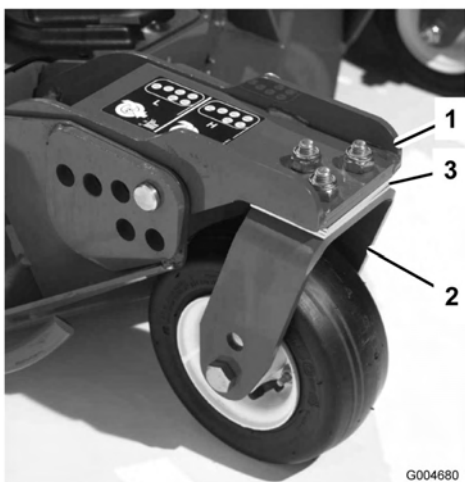

Figura 27
Rode a lâmina em cada eixo até que as suas extremidades se encontrem viradas para a frente e para trás. Meça a distância existente entre o chão e a ponta dianteira da lâmina. Ajuste os calços de 3 mm do braço da roda giratória dianteira de forma a que coincidam com a altura de corte fixada no autocolante (Figura 27). Apenas para o exterior do eixo da lâmina, consulte Ajuste da inclinação da unidade de corte em , página .
3. Se a extremidade interior da unidade de corte lateral estiver demasiado levantada em relação à ponta exterior da unidade de corte dianteiro, retire os calços de 3 mm do fundo do braço da roda giratória dianteira interior na unidade de corte lateral (Figura 27). Verifique novamente as medições entre as pontas exteriores de ambas as unidades de corte lateral e a ponta interior da unidade de corte até à ponta exterior da unidade de corte dianteiro.